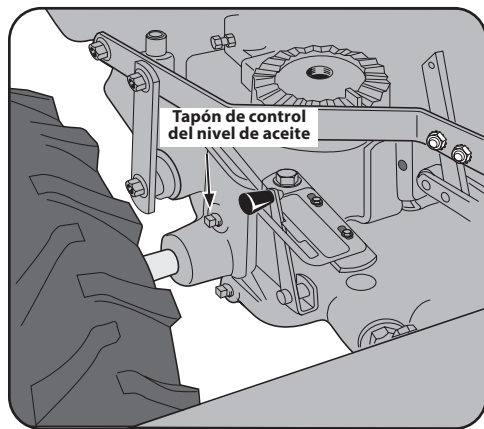

Figura 5-6
- Use una llave de $\frac{3}{8}$ " para extraer el tapón de control del nivel de aceite en el costado izquierdo de la carcasa de la transmisión. Consulte la Figura 5-6.
2. Extraiga del accesorio de los dientes, la varilla de medición de nivel. Consulte la Figura 5-6 en la página 13.